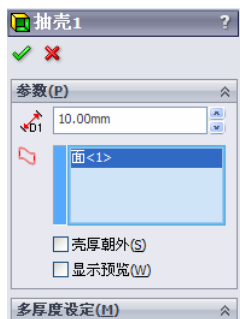

图 5-76 “抽壳”属性管理器
- ④ 执行抽壳命令。选择菜单栏中的“插入”→“特征”→“抽壳”命令，或者单击“特征”工具栏中的“抽壳”图标, 此时系统弹出如图 5-76 所示的“抽壳”属性管理器。